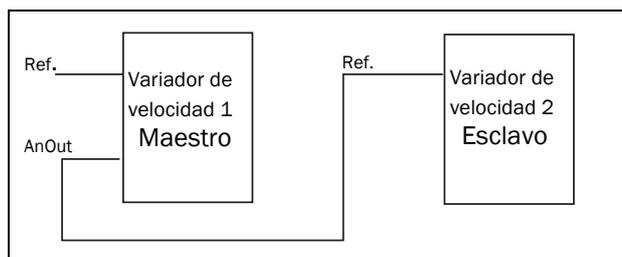

Fig. 141
- señal de referencia para el siguiente variador de velocidad en una configuración Maestro / Esclavo (consulte la fig. 141).